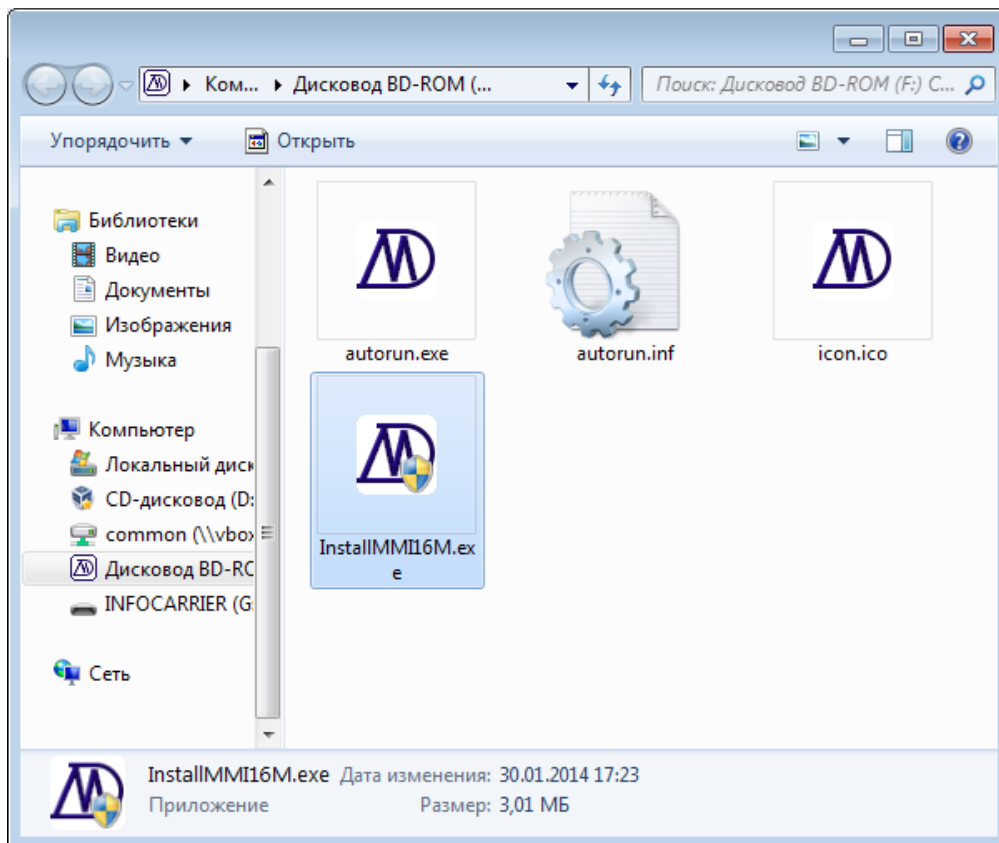

Рисунок 2.2 - Запуск программы установки из проводника
- 2.а) Если автоматический запуск не произошел необходимо в проводнике открыть CD диск и запустить программу установки (рис.2.2);